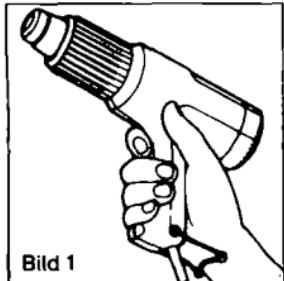

Bild 1
Beim Einsatz als Handgerät (Bild 1) faßt man das HL 1800 E wie eine Klebeflöße oder Bohrmaschine am Handgriff (2) und kann so den Stufenschalter (3) mit dem Zeigefinger bedienen.